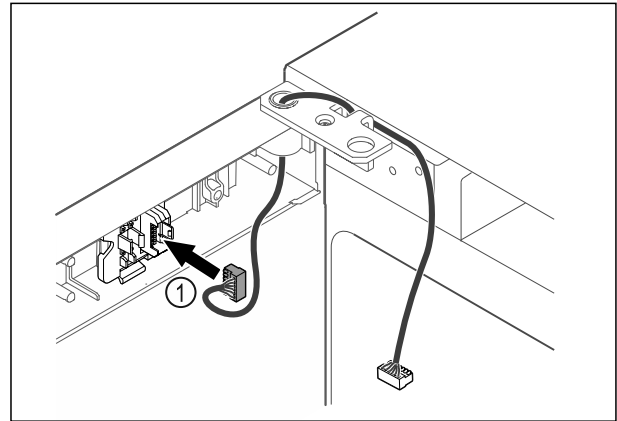

Fig. 39
- ▶ Zasuňte zástrčku Fig. 39 (1) do držiaka zástrčky.